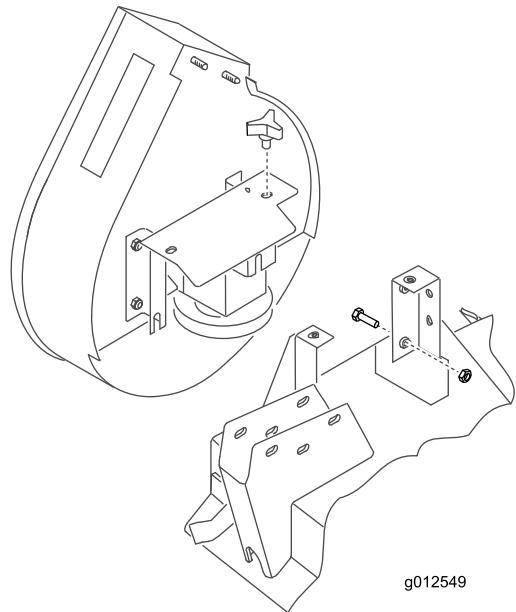

図 21
2. プロアを取り付けブラケットの整列用スタッフ 図 21 入れてベルトをプロアブーリーに掛け回す。